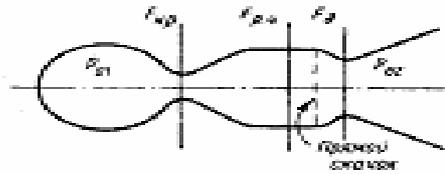

Рис. 21
88. 1. Найти минимально возможное соотношение между площадями горла сверхзвукового диффузора и рабочей части аэродинамической трубы, при котором в рабочей части будет сверхзвуковое течение с числом Маха $M = 2$, а перед входом в диффузор имеется прямой скачок уплотнения— момент перед запуском диффузора (рис. 21).